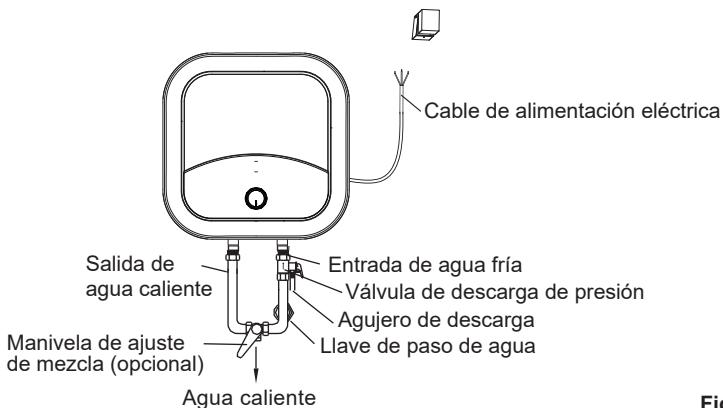

Figura 5
- ⑤ Si el baño es muy pequeño, el termocalefón puede ser colocado en otro lugar donde no se encuentre expuesto a la luz solar directa y/o a la lluvia. Tenga en cuenta que para reducir la pérdida de calor a través de los tubos y mangueras, el termocalefón debe instalarse lo más cerca posible de donde se vaya a utilizar el agua caliente.
- ① La dimensión de cada manguera es de G1/2"; para medir la presión (tanto de entrada y de salida) se debe utilizar la unidad Pa (Pascal), respetando los valores requeridos.
- ② La conexión de la válvula de descarga de presión del termocalefón debe realizarse en la entrada de agua fría.
- ③ Para evitar pérdidas al conectar la mangueras, coloque las juntas y anillos de goma en cada uno de los extremos roscados. Ignorar esto ocasionará fugas de agua y filtraciones (ver Figura 5).